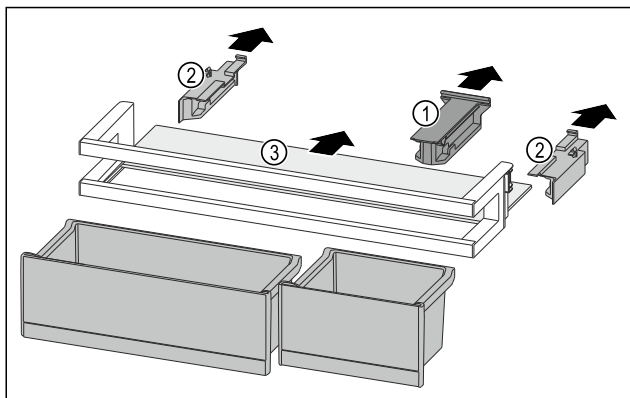

Fig. 117
- Изтеглете задържащата част Fig. 117 (1).
- Изтеглете страничните части Fig. 117 (2).
- Свалете рафта Fig. 117 (3).